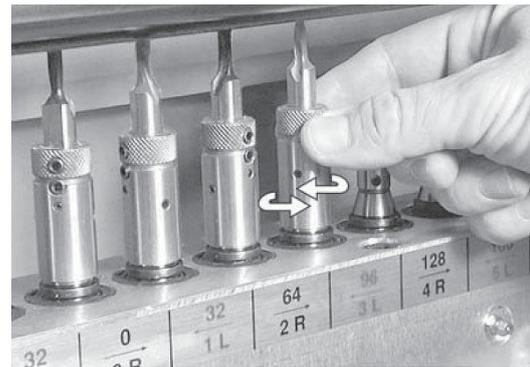

Abb. 9: Spannfutter
Schritt 5: Schieben Sie den Schaft des Spannfutters auf die Bohrspindel (Abb. 9). Drücken das Spannfutter durch leichtes Drehen – links / rechts auf die Bohrspindel auf bis es einrastet. Der Spannring im Bohrfutter muss in die Kerbe in der Spindel gleiten.